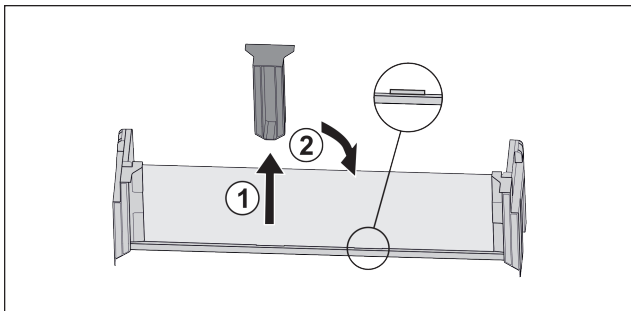

Fig. 22 *
- ▶ Vedä keskimäinen kiinnitysosa pois Fig. 22 (1).*
- ▶ Aseta keskimäinen kiinnitysosa toiseen asentoon Fig. 22 (2).*